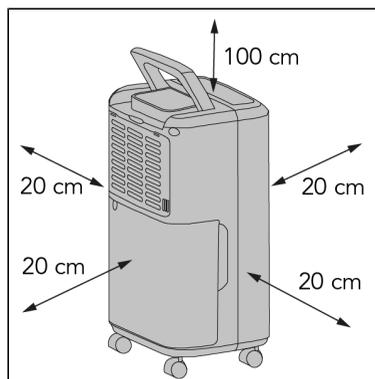

Figure 37.
2. Respectez les distances minimales suivantes pour assurer une bonne circulation de l'air dans l'appareil (Figure 37*) :